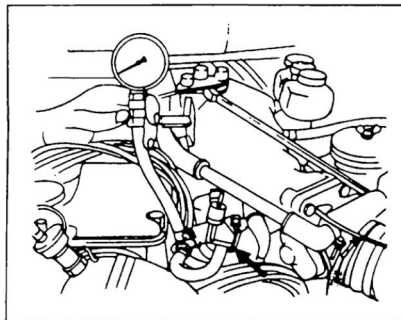

Рис. 146. Проверка форсунки холодного пуска.
- ♦ Включить зажигание и пережать топливный шланг на форсунке холодного пуска (см. рис. 146). Сохранение давления топлива является признаком негерметичности форсунки, и она подлежит замене.